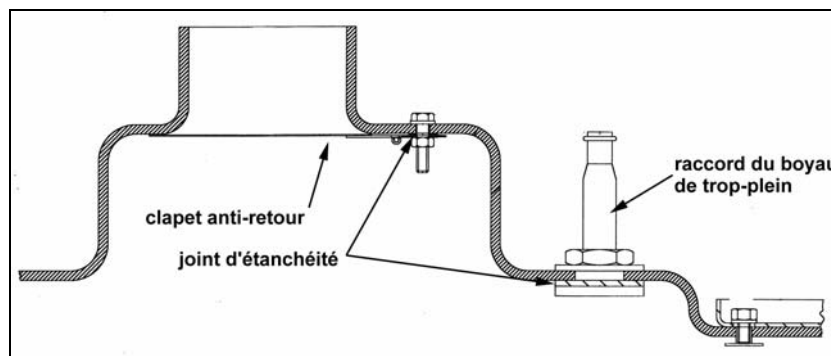

FIGURE 5 : DÉTAIL DU RÉSERVOIR SEPTIQUE
17. Enlever le raccord du boyau de trop-plein du réservoir en dévissant l'écrou (figure 5).
18. Enlever le clapet anti-retour du réservoir septique (figure 5).
21. Réinstaller le clapet anti-retour sur le nouveau réservoir septique (figure 5).
22. Réinstaller le raccord du boyau de trop-plein sur le nouveau réservoir septique (figure 5).